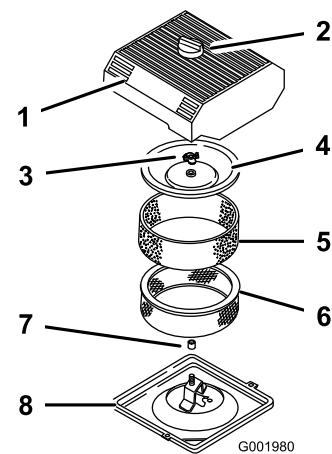

Bild 45
3. Reinigen Sie den Bereich um den Luftfilter, um zu verhindern, dass Schmutz in den Motor fällt und Schäden verursachen kann (Bild 45).
4. Lösen Sie das Handrad an der Luftfilterabdeckung und nehmen Sie die Abdeckung ab (Bild 45).
5. Schieben Sie das Schaumelement vorsichtig vom Papierelement (Bild 45).
6. Schrauben Sie die Abdeckungsmutter ab und nehmen Sie die Abdeckung und das Papierelement ab (Bild 45).
1. Schieben Sie das Schaumelement vorsichtig auf das Papierluftfilterelement (Bild 45).
3. Schrauben Sie die Abdeckungsmutter mit der Hand auf der Abdeckung fest (Bild 45).
4. Montieren Sie die Luftfilterabdeckung und das Handrad (Bild 45).